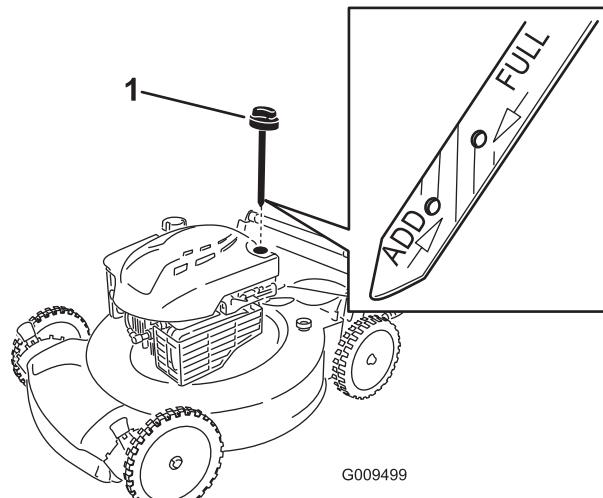

Figure 9
- Retirez la jauge (Figure 9).
- Sortez de nouveau la jauge et vérifiez le niveau d'huile ; voir Figure 9.